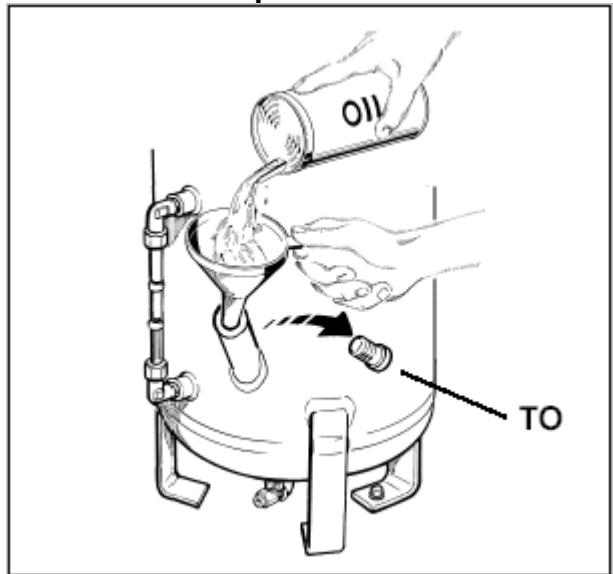

рис.15.
- Открутить пробку маслоналивной горловины **TO**, не потеряв при этом прокладку (рис.15). Используя воронку, залейте масло (рис.15).